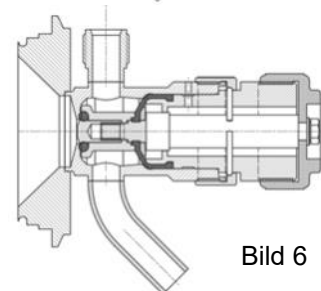

Bild 6
- Manuelle Betätigung mit Handrad (Bild 6)